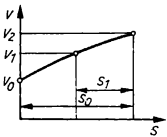

Bild 97
- 2.32** Bild 97 zeigt das v,s -Diagramm. Gesucht sind die Anfangsgeschwindigkeiten v_0 und v_1 bei bekannter Endgeschwindigkeit v_2 sowie Beschleunigungsstrecke s_0 bzw. s_1 . Aus (2.8) folgt